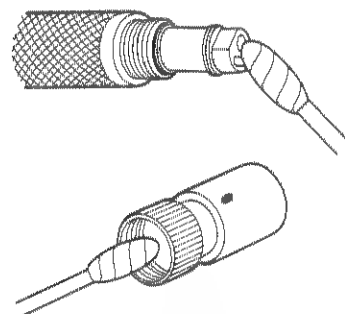

図4-9
- ・像が鮮明でないときは、10頁「4-3 光学アダプターの取り付け、取りはずし」の項を参照して、光学アダプターを取りはずし、スコープ先端のレンズ面(対物レンズおよびライトガイド)及び光学アダプター内面のレンズ面(対物レンズおよびライトガイド)が汚れていないかを点検します。汚れている場合は、きれいな柔らかいガーゼまたは綿棒で汚れをきれいに拭き取ります。(図4-9)